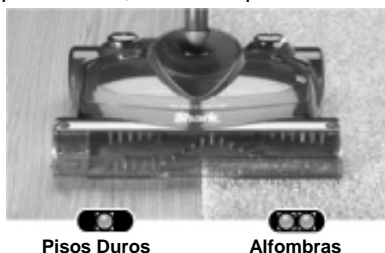

Fig. 10
- Para cambiar la velocidad de la barredora, presione el botón de velocidad. Al presionarlo, la luz indicadora de velocidad cambiará. A baja velocidad se enciende una sola luz para pisos duros; dos luces para alfombras. (Fig. 10)